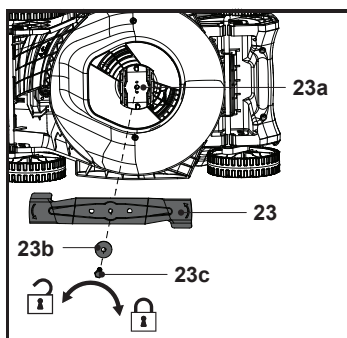

Fig. 20
5. Sustituya la cuchilla (23) por una nueva del mismo tipo. Observe primero el husillo para comprobar el estado del soporte de la cuchilla (23a) y luego coloque la cuchilla (23) en el soporte de la cuchilla (23a); para ello, alinéela con las marcas del soporte de la cuchilla (23a). Fije el conjunto con la arandela cóncava (23b) y el perno de montaje (23c), y apriete a mano.
6. Sujete firmemente la cuchilla (23) con las manos protegidas con guantes de alta resistencia o un palo de madera y apriete el perno de montaje (23c) girándolo hacia la derecha a un par de 25-35 Nm para garantizar el funcionamiento seguro de la máquina (Fig. 20).